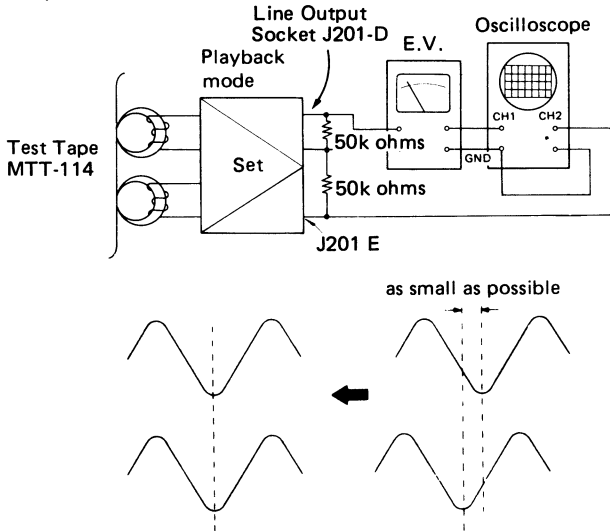

Figure 9-2
- 1. Connect instruments as shown in Fig. 9-2.
- 1. Die Instrumente gemäß Abb. 9-2. anschließen.
- 1. Brancher les instruments comme le montre la Fig. 9-2.